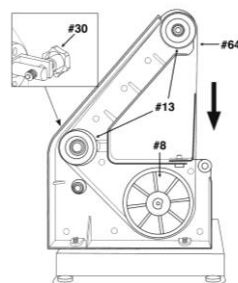

fig. 18
3. Tournez le bouton de centrage de courroie (n° 30) dans le sens antihoraire pour desserrer et retirer la courroie abrasive (n° 64) (fig. 18).
4. Placez la nouvelle courroie sur les roues (n° 8, 13). Assurez-vous que les flèches de direction sur la courroie pointent dans la même direction que les flèches sur l'outil (fig. 18).
5. Tournez le bouton de centrage de courroie dans le sens horaire jusqu'à ce que la courroie se déplace vers le centre des roues (fig. 18).